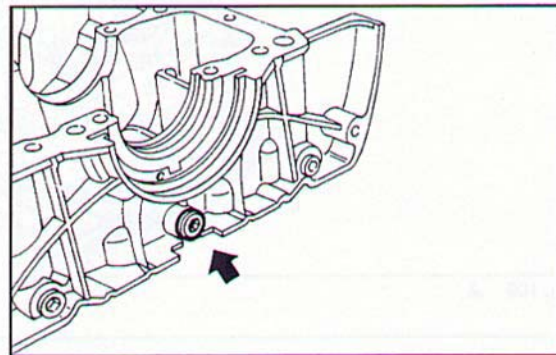

Fig. 97 ▼
- svitare il tappo della condotta centrale olio sul sottobasamento (**Fig. 97**);
- unscrew the plug of the central oil duct in the crankcase (**Fig. 97**);